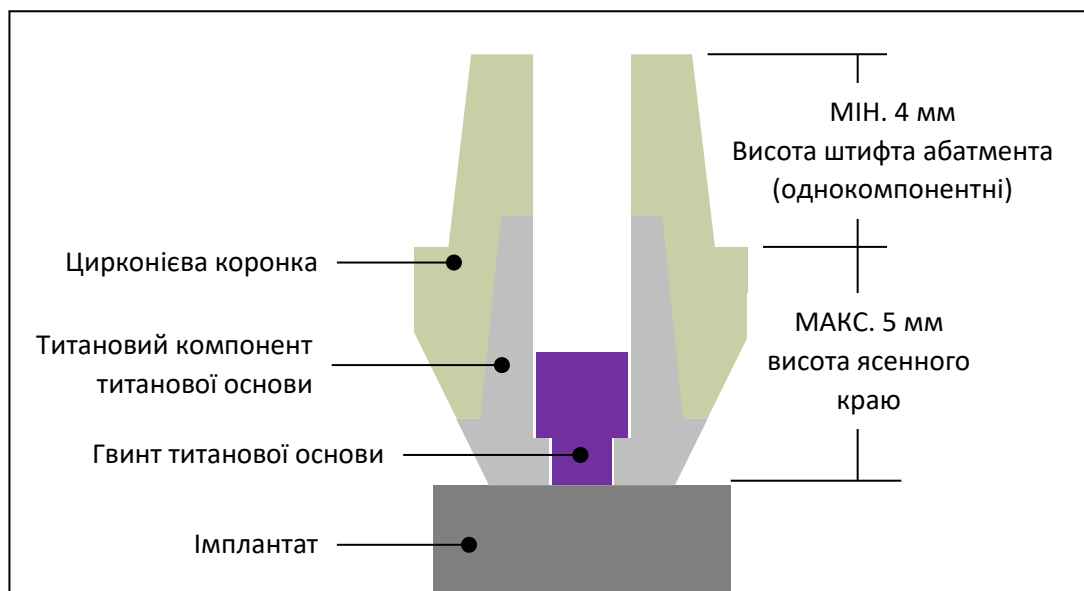

Рисунок 2. Обмеження конструкції цирконієвої коронки (супраструктури)
- Максимальна висота краю 5 мм. (див. **рисунок 2**)
- Абатментів із конічною титановою основою з висотою штифта менше ніж 4,0 мм призначено лише для багатокомпонентних реставрацій. (див. **рисунок 2**)